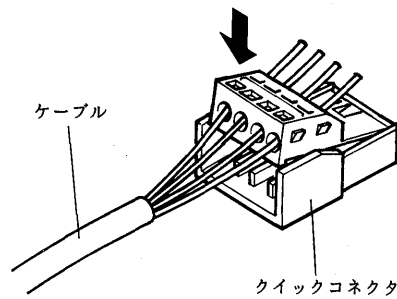

図2-6
- (i) プラグの電線挿入穴へ電線を通し、プライヤ等でコネクタを圧接します。(図2-6)